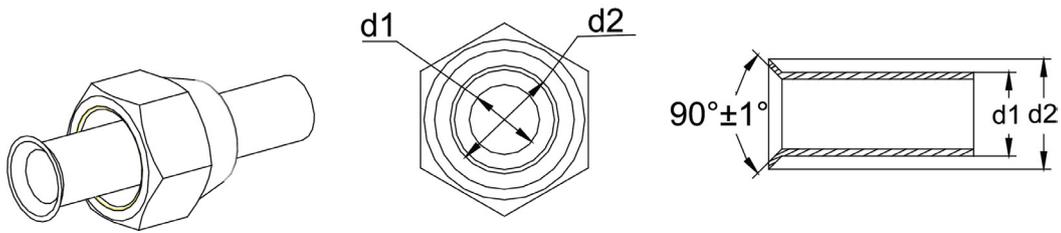

Fig. 13
- 3 Retirez l'écrou évasé reliant le tuyau de raccordement intérieur et l'unité extérieure. Ensuite, utilisez l'outil d'évasement pour fixer l'écrou évasé dans le tuyau (voir Fig. 13).